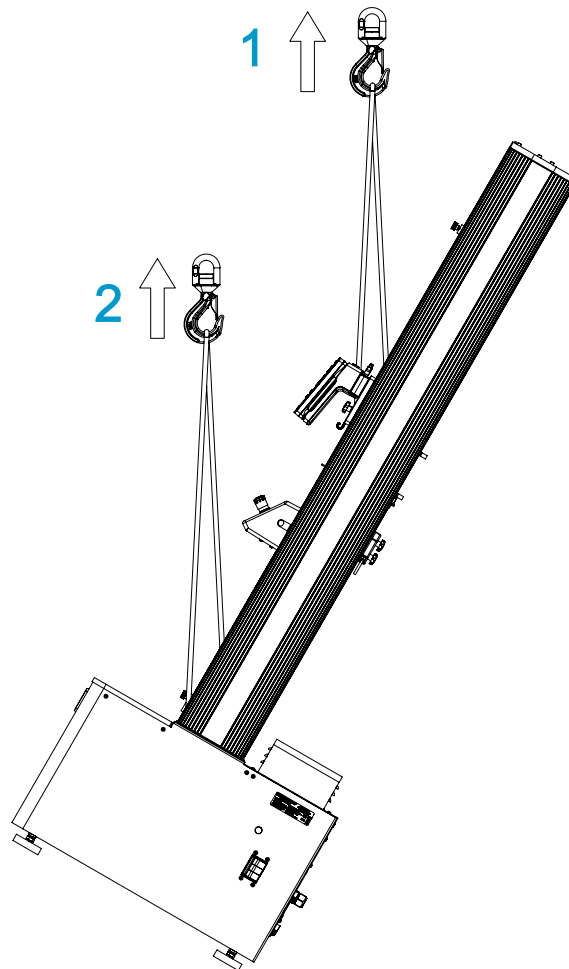

Abbildung 18. Aufrichten eines Prüfrahmens mittels Kran
Siehe Abbildung 18 auf Seite 71.
2. Befestigen Sie die beiden Hebegurte an der Traverse und hängen Sie die Gurte im Haken des Krans ein wie in Abbildung 18 auf Seite 71 gezeigt. Wenn Sie anstelle der Hebegurte Ketten verwenden, verkleiden Sie die Traverse mit einem geeigneten schützenden Material, um sie vor Kratzern und anderen Schäden zu schützen. Ketten können auch andere Teile des Rahmens, z. B. die obere Deckplatte, beschädigen; wickeln Sie unbedingt Schutzmaterial um alle gefährdeten Komponenten.
3. Montieren Sie zwei M16-Hebebolzen in den Rahmensockel und befestigen Sie zwei zusätzliche Hebegurte an den Bolzen, wie in Abbildung 18 auf Seite 71 gezeigt.
Legende für Abbildung 18